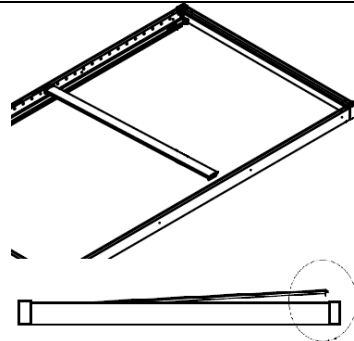

Figure 25
6. Placez la lame d'entraînement sur la poutre et insérez le côté avec le tige d'entraînement dans le trou de la lame d'entraînement (Fig. 25). Poussez à fond, puis abaissez l'extrémité opposée horizontalement et faites glisser son tige dans le trou opposé de la poutre. Pousser à travers tout la lame de façon à ce que le tige du côté opposé de l'entraînement soit complètement à l'intérieur de la poutre.